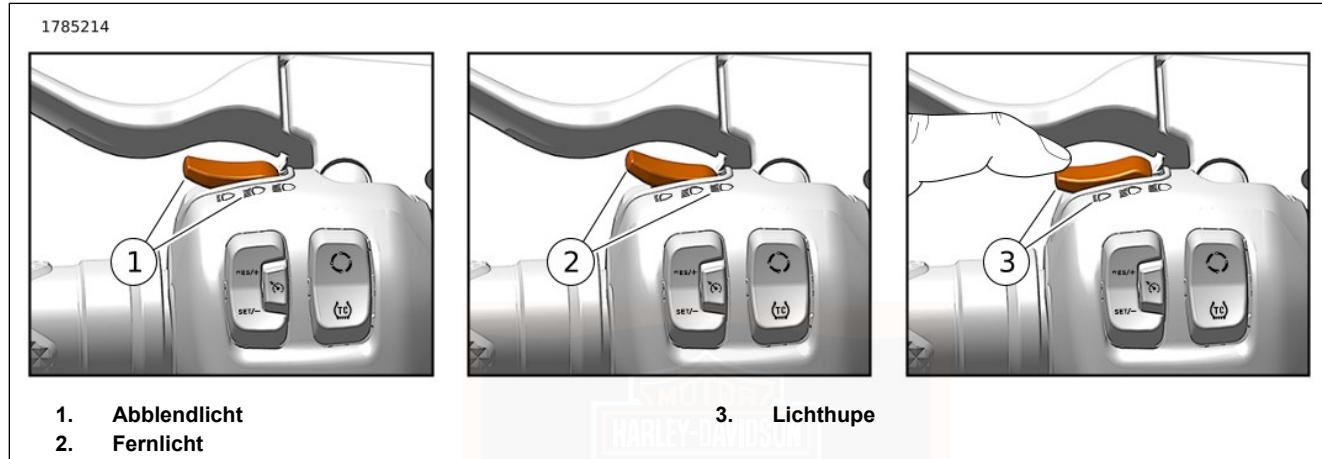

Abbildung 30. Scheinwerferschalter
Fernlicht: Siehe Abbildung 30. Den Scheinwerferschalter nach oben (2) drücken, um das Fernlicht einzuschalten. Das Aufleuchten der (blauen) Fernlicht-Kontrollleuchte in der IFCU zeigt an, dass das Fernlicht eingeschaltet ist. Siehe Tabelle 25.